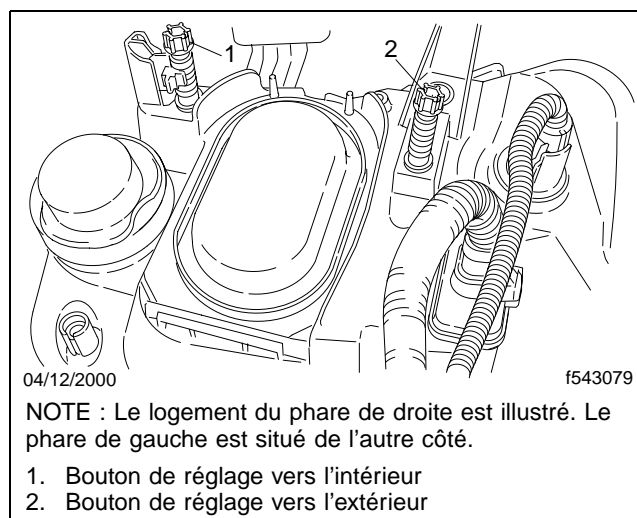

Fig. 14.4, Boutons de réglage des phares
1. Soulevez le volet recouvrant l'extrémité arrière du logement des phares afin d'exposer les deux boutons de réglage en plastique sur chaque phare. Voir la **figure 14.4**.